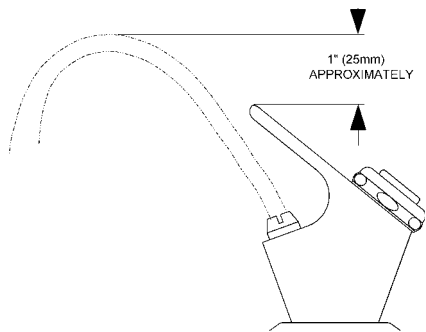

FIG. 1
**STREAM REGULATOR:** Stream height is factory set at 45-50 psi. If supply pressure varies greatly from this, remove the retaining nut and button (See Fig. 2) from bubbler assembly and adjust the screw on the regulator. Clockwise adjustment will raise stream height and counterclockwise will lower stream height. A stream height of 1" (25mm) is recommended. (See Fig. 1).
**RÉGULATEUR DE JET:** La hauteur du jet est réglée à l'usine pour 45 à 50 psi. Si la pression d'arrivée est très différente, retirez l'écrou et le bouton de verrouillage (voir figure 2) du caoutchouc et ajustez la vis du régulateur. La hauteur du jet augmente si vous tournez dans le sens des aiguilles d'une montre et diminue si vous tournez dans le sens contraire. Nous vous recommandons une hauteur de jet de 1 pouce (25 mm) (voir figure 1).